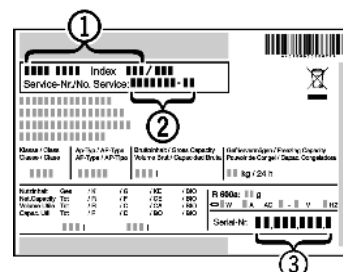

Fig. 20
- ▶ Ierīces nosaukumu *Fig. 20 (1)*, servisa Nr. *Fig. 20 (2)* un sērijas Nr. *Fig. 20 (3)* nolasi no datu plāksnītes. Datu plāksnīte atrodas ierīces iekšpusē pa kreisi.
- ▶ Informējiet tehniskās apkopes dienestu un paziņojiet par bojājumu, ierīces nosaukumu *Fig. 20 (1)*, servisa Nr. *Fig. 20 (2)* un sērijas Nr. *Fig. 20 (3)*.